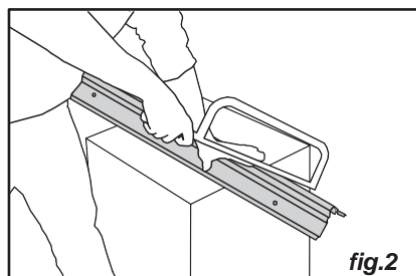

fig.2
■ Corta el núcleo de aluminio a medida con una sierra circular o una sierra para metales (fig. 2).
- Despegue las películas protectoras de las tiras de espuma adhesiva (fig.2).